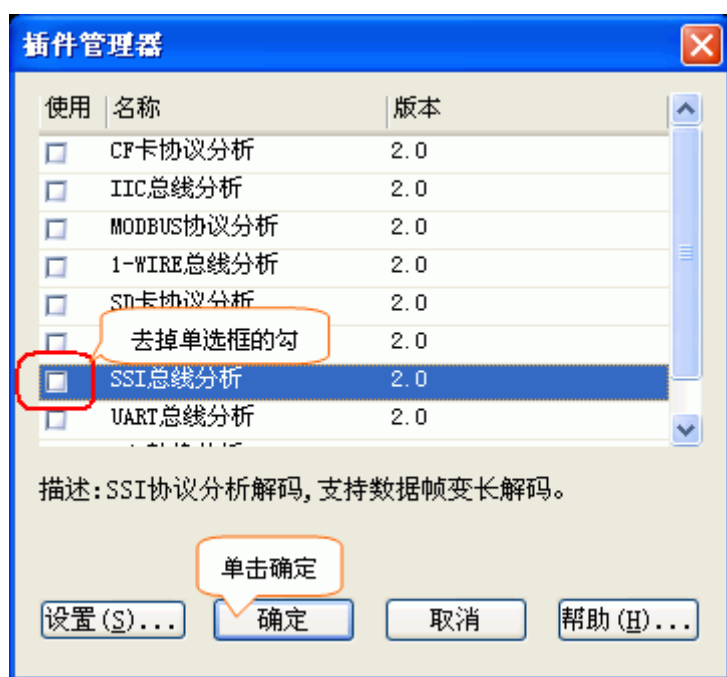

图 12.4 取消 SSI 插件解码功能
2. 将"SSI总线分析"前面的单选框的勾去掉,再单击插件管理器的"确定"按钮便可取消插件的解码功能。回到逻辑分析仪软件的界面将看到SSI插件解码后的虚拟波形给删除了,如图 12.4所示。